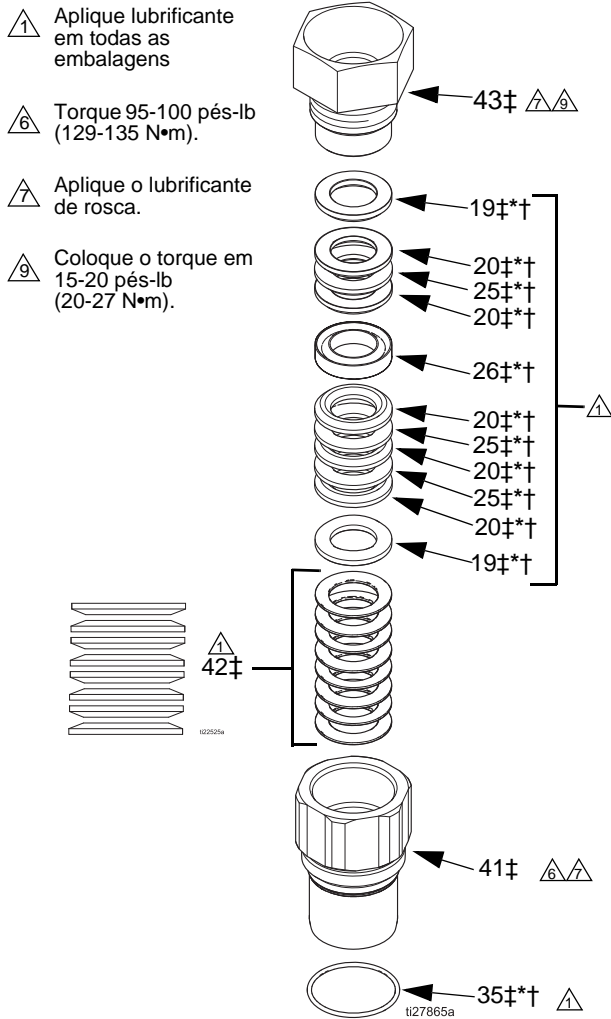

FIG. 1. Detalhe da embalagem da garganta
2. Consulte a FIG. 1, na página 6. Lubrifique as embalagens da garganta e os buçims. Instale um buçim macho (19‡*†), depois cinco embalagens em v com as bordas voltadas para baixo: um ZX (20‡*†), um couro (25‡*†), depois ZX, couro, ZX. Instale o buçim fêmea (26‡*†). Instale três embalagens em v com as bordas voltadas para cima: ZX, couro, ZX. Instale o outro buçim macho (19‡*†). Lubrifique e instale o copo de lubrificação (43‡) e aperte com as mãos.
3. Lubrifique e instale o O-ring (35*) no cartucho da garganta (41). Lubrifique as roscas e instale o cartucho da garganta montado (41). Coloque o torque em 95-100 pés-lb (129-136 N•m).
4. Instale o compartimento de saída de fluido (16) sobre a haste do pistão (17) e nos tubos de fluido (3) e o cilindro (1). Pode não encaixar bem em um primeiro momento. Aplique lubrificante de rosca e instale os parafusos (13) e as arruelas de travamento (14) do compartimento de entrada de fluido (15). Aperte dois parafusos (A, consulte a figura) no compartimento de saída de fluido (16). Eles fixarão os compartimentos nos tubos e cilindros. Quando totalmente encaixado, aperte o terceiro parafuso (B, consulte a figura). Coloque os três parafusos em um torque de 35-40 pés-lb (47-54 N•m).